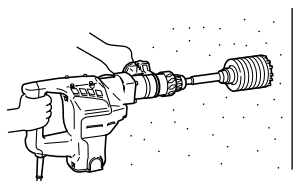

Fig. 16
2. Perçage (Fig. 16)
- (3) Quand on a percé sur une profondeur d'environ 3/16" (5 mm), la position du trou est déterminée. Continuer à percer après avoir retiré le goujon central et la plaque de guidage de la couronne.
- (4) Si l'on applique une force excessive, cela donnera un travail bâclé et abîmera la pointe du foret de perçage, réduisant ainsi la durée de service du marteau rotatif.